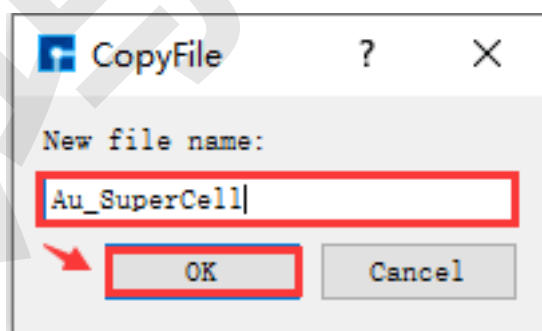
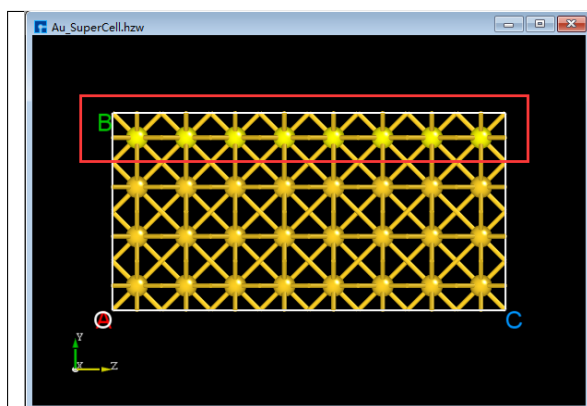
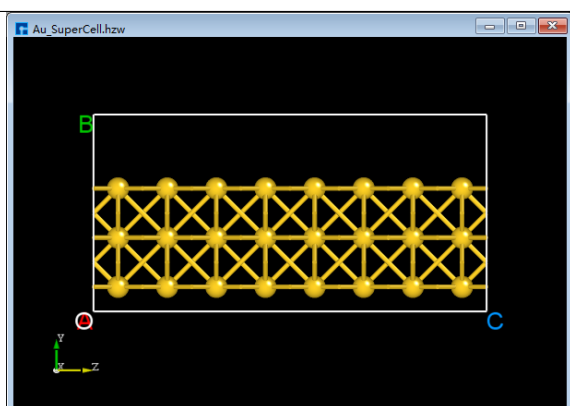

图 5.40: CopyFile 界面
图 5.41: (a)
图 5.42: (b)
删除 Au 超胞中多余原子，并将结构在晶格单元中居中对齐。为避免删错原子无法还原，建议将 Au 超胞复制一份，选中 Au_Rede_Rede.hzw 结构文件 → 右击 → Copy，弹出 CopyFile 界面如图 5.40 所示，用户可根据计算需要重新命名，如 Au_SuperCell，或直接采用默认命名，之后点击 CopyFile 界面中的 OK 按钮，则 Au_SuperCell.hzw 结构文件存储在项目管理区域，双击该结构文件，其结构 3D 视图显示如图 5.41 (a) 所示。
(1) 在 3D 显示区域，zy 面情况下，用鼠标框选图 5.41 (a) 中红色框部分，点击 Toolbars 上的 Delete Atom 快捷图标或按键盘中 Delete 键删除选中的原子，删除后如图 5.42 (b) 所示。